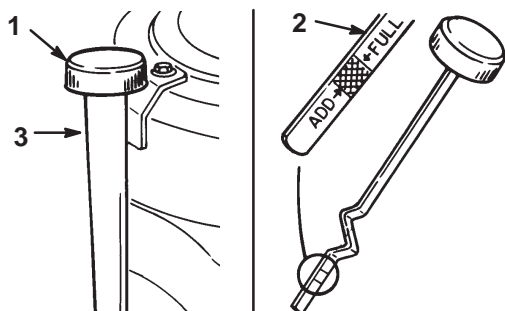

Figure 14
3. Nettoyez la surface autour de la jauge d'huile (Fig. 14) pour éviter que des impuretés s'introduisent dans le goulot de remplissage, ce qui risquerait d'endommager le moteur.
4. Dévissez la jauge d'huile et essuyez soigneusement l'extrémité métallique (Fig. 14).
5. Revissez la jauge complètement dans le goulot de remplissage (Fig. 14). Dévissez de nouveau la jauge et examinez l'extrémité métallique. Si le niveau est bas, versez lentement une quantité d'huile suffisante dans le goulot de remplissage pour amener le niveau au repère du plein (FULL) sur la jauge.
7. Versez lentement environ 80% de la quantité d'huile spécifiée dans le goulot de remplissage (Fig. 14). Vérifiez le niveau d'huile (voir Contrôle du niveau d'huile, page 19, points 4 à 5).